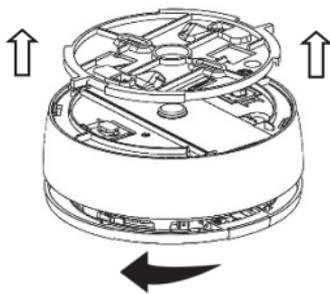

Abbildung 9
9. Um den Melder in der Halterung zu montieren, richten Sie die Rippe der Montageplatte mit der Rippe der Halterung aus, setzen Sie die Haken der Montageplatte in die Aussparungen der Halterung ein und drehen Sie den Melder dann im Uhrzeigersinn (*siehe Abbildung 9*).